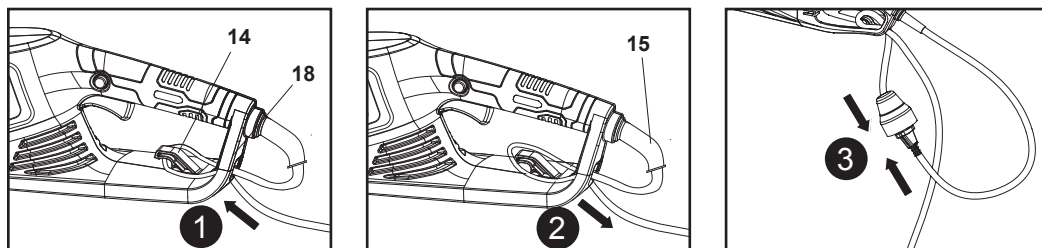

Fig. 13
1. Doble hacia atrás el prolongador a unos 40 cm del extremo e introduzca el lazo a través del orificio del protector trasero (18) (Fig. 13, paso 1).
2. Con el prolongador colocado sobre la sujeción (14) tire con cuidado hasta confirmar que queda bien sujeto (Fig. 13, paso 2).
3. Conecte el cable de alimentación (15) a la toma del prolongador (Fig. 13, paso 3).